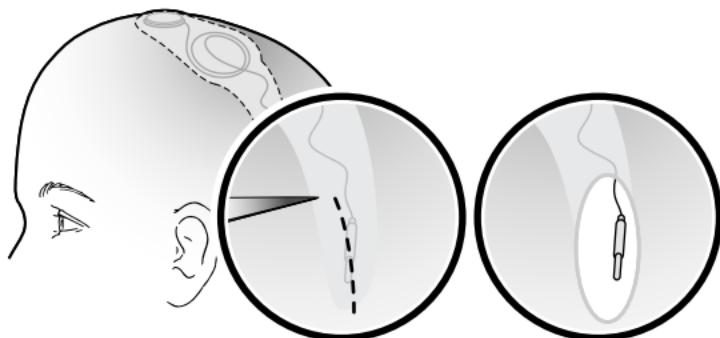

Figure 2. Inciser pour dégager l'électrode et son capuchon.
2. Pratiquer une incision suffisante pour exposer l'électrode et son capuchon. Prévoyez suffisamment d'espace pour maintenir fermement l'électrode lors de l'accès au capuchon de l'électrode et lors de la connexion de l'électrode à l'extension (Figure 2).